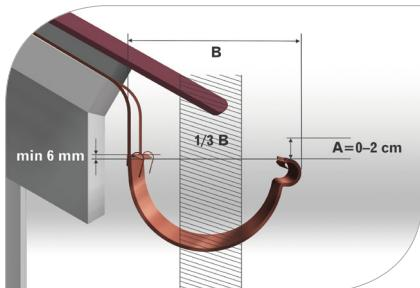

рис. 1
- 1.4 Желоб должен выходить за скат крыши, по крайней мере, на половину своего диаметра и одновременно не может вступать за линию, являющуюся продолжением крышки (**рис. 1**).